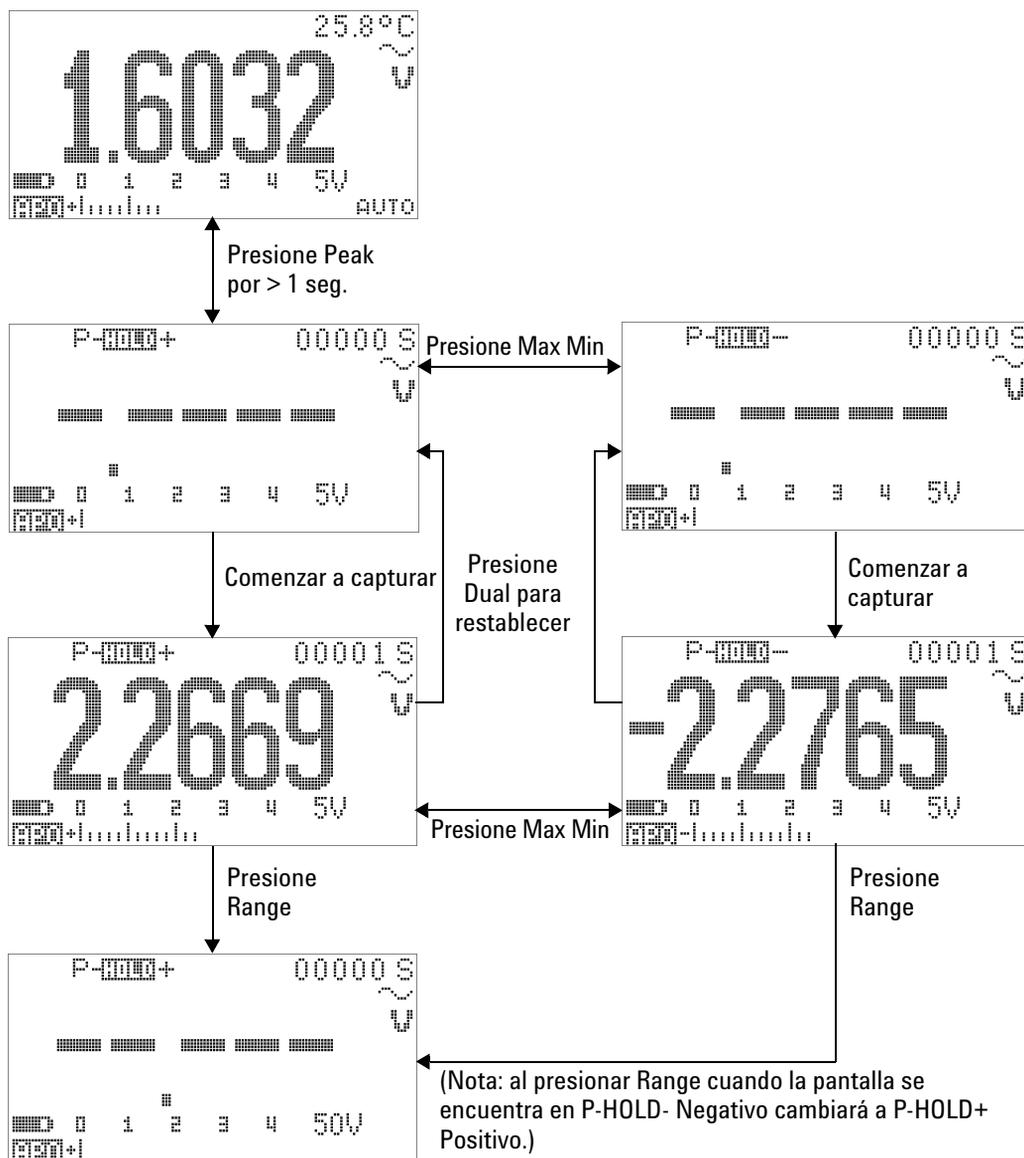

Figura 3-7 Operación del modo Retención de picos de 1 ms
- 4 En el ejemplo de medición que se muestra en la Figura 3-7 en la página 72, el factor de cresta será $2.2669/1.6032 = 1.414$.